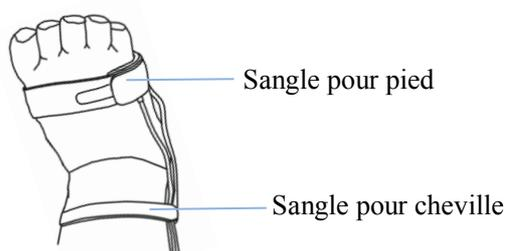

Figure 3.10C Vue du pied droit
- ② Utiliser la sangle de la cheville pour fixer le câble du capteur sur la cheville ou la jambe (voir figure 3.10C). Ne pas trop serrer.